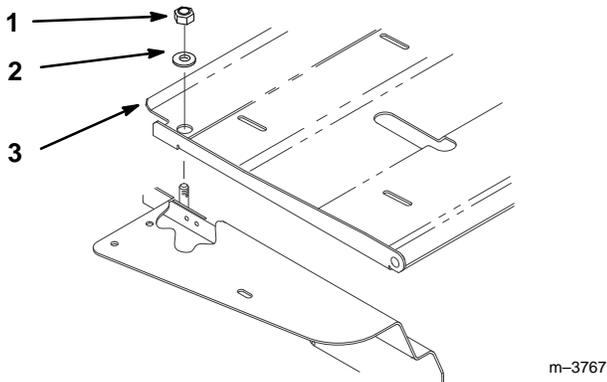

Abbildung 10
1. Zur Einstellung Sicherungsmutter und Unterlegscheibe entfernen und den Sitz nach vorne kippen (Abb. 10).
3. Den Sitz herunterlassen und mit Unterlegscheibe und Sicherungsmutter befestigen (Abb. 10).